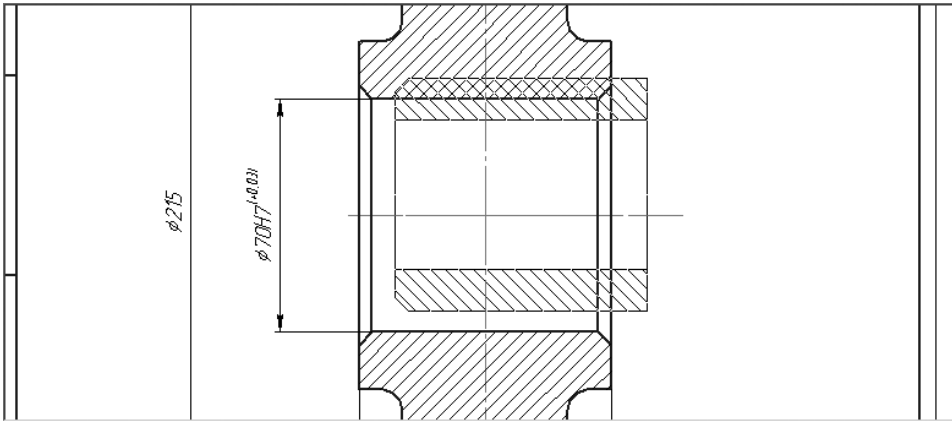

Рис. 6.5. Процесс установка **Втулки** в отверстие **Ролика**
- переместите указатель курсора, а вместе с ним и фантом втулки, в среднюю точку левой бобышки **Ролика**. Возможное состояние системы показано на рис. 6.5.